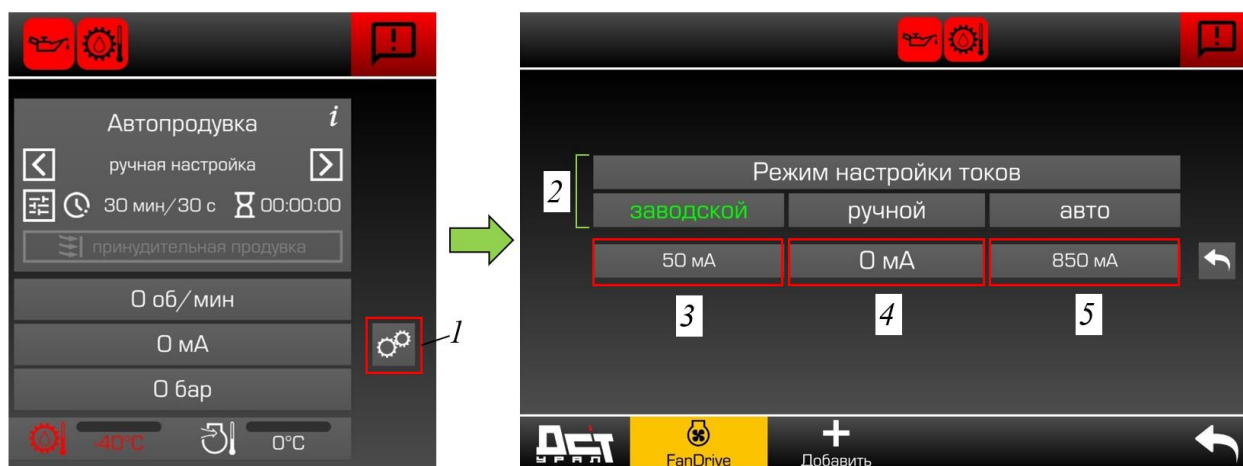

Рисунок 3.109. Настройка токов FanDrive
- ▶ Нажать на кнопку «Настройка токов» (поз. 1, рис. 3.109) на странице «FanDrive».
- ▶ Нажать кнопку «Заводской» для возвращения значений токов к заводским настройкам, рис. 3.109.
- ▶ Нажать кнопку «Ручной» для настройки токов пользователем, рис. 3.109
- ▶ Нажать на цифровой индикатор тока, который необходимо настроить (поз. 3-5, рис. 3.109).
- ▶ Активировать режим настройки «Авто», рис. 3.109.